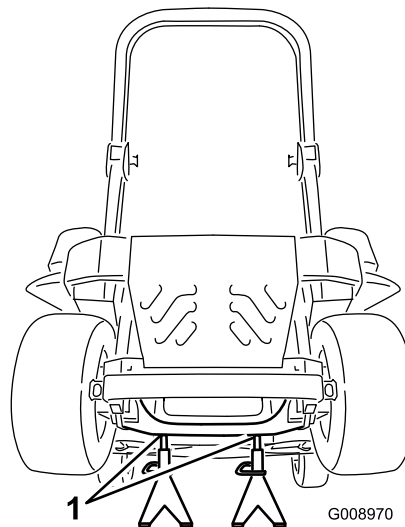

Figura 90
3. Eleve a máquina e apoie-a em preguiças (Figura 90).
9. Retire os apoios e baixe a máquina (Figura 90).